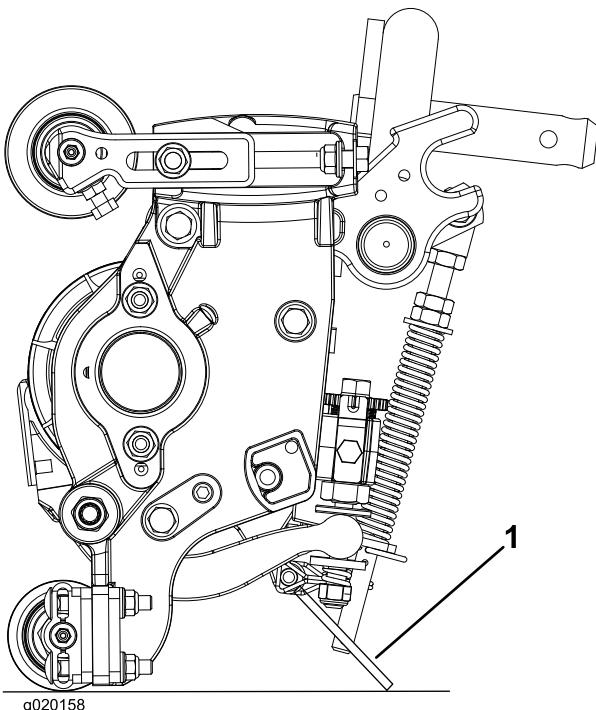

**Bild 8**
- 1. Stellen Sie das Mähwerk auf eine flache und ebene Fläche. Drehen Sie die Einstellschrauben des Untermesserträgers nach links, um sicherzustellen, dass der Untermesserträger nicht die Spindel berührt (Bild 8).